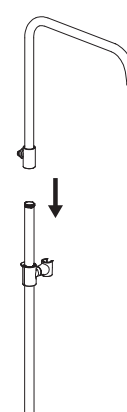
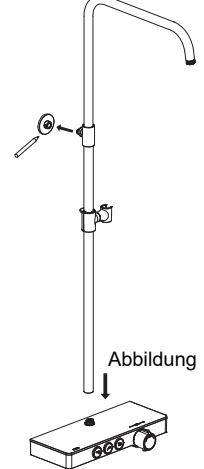

Abbildung 10
Abbildung 11
- Verbinden Sie das Rohr des Überkopfarmes mit der Hebeschiene (Abbildung 10). Verbinden Sie die Haltestange mit der Thermostatbrausestange und markieren Sie die Position des Rohranschlusses an der Wand (Abbildung 11).